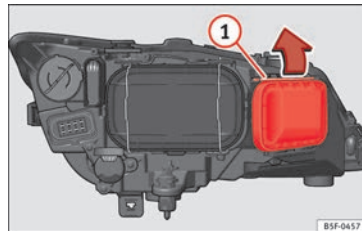

Bild 106 Glödlampa till blinkers.
- För öglorna » **bild 106** ① i pilens riktning och ta bort locket.